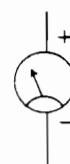

Fig.4
- FIG. 4 - O GALVANÔMETRO - O galvanômetro (parte essencial do circuito do MSPX) é - como sabem os Hobbystas - um simples medidor (sensível) de Corrente, de bobina móvel... Pode ser usado um miliamperímetro (1 mA de alcance), porém tal componente costuma apresentar preço um tanto "salgado"... Para baratear as coisas, sugerimos a utilização de um V.U. qualquer (a maioria deles mostrará alcance compatível com as necessidades do circuito do MSPX), de baixo custo... Na figura mostramos o V.U. tipo **horizontal**, bastante comum, e que poderá ser adquirido por valor razoavelmente baixo em ofertas, "sucatas" e afins (mesmo um "zerinho",